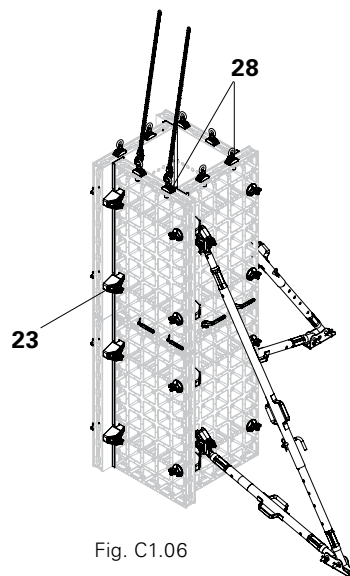

Fig. C1.06
1. Fissare l'imbracatura a due bracci all'anello di sollevamento di un pannello privo di puntelli. (Fig. C1.06)